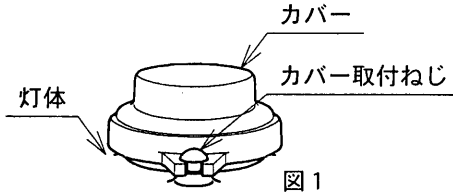

図1
- ① 自動点滅器用のカバー取付ねじ（2ヶ所）を外してください。（図1）